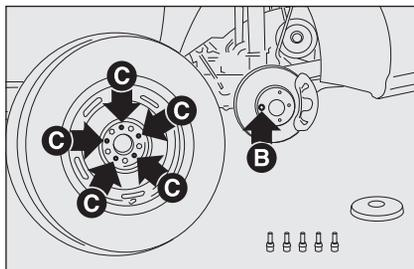

fig. 6
- assicurarsi che la ruota di scorta sia, sulle superfici di appoggio, pulita e priva di impurità che potrebbero successivamente, causare l'allentamento dei bulloni di fissaggio. Montare la ruota di scorta, facendo coincidere uno dei fori **C-fig. 6** con il perno **B**;